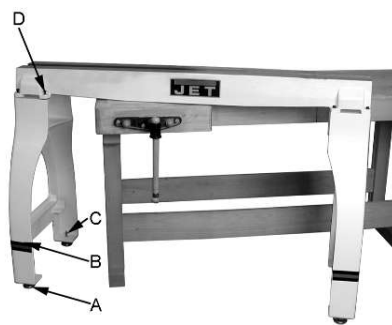

Fig. 1
**ATTENTION:** Le bâti de la machine est lourd! Soyez prudent et demandez de l'aide pour le poser sur un établi (Fig. 1).